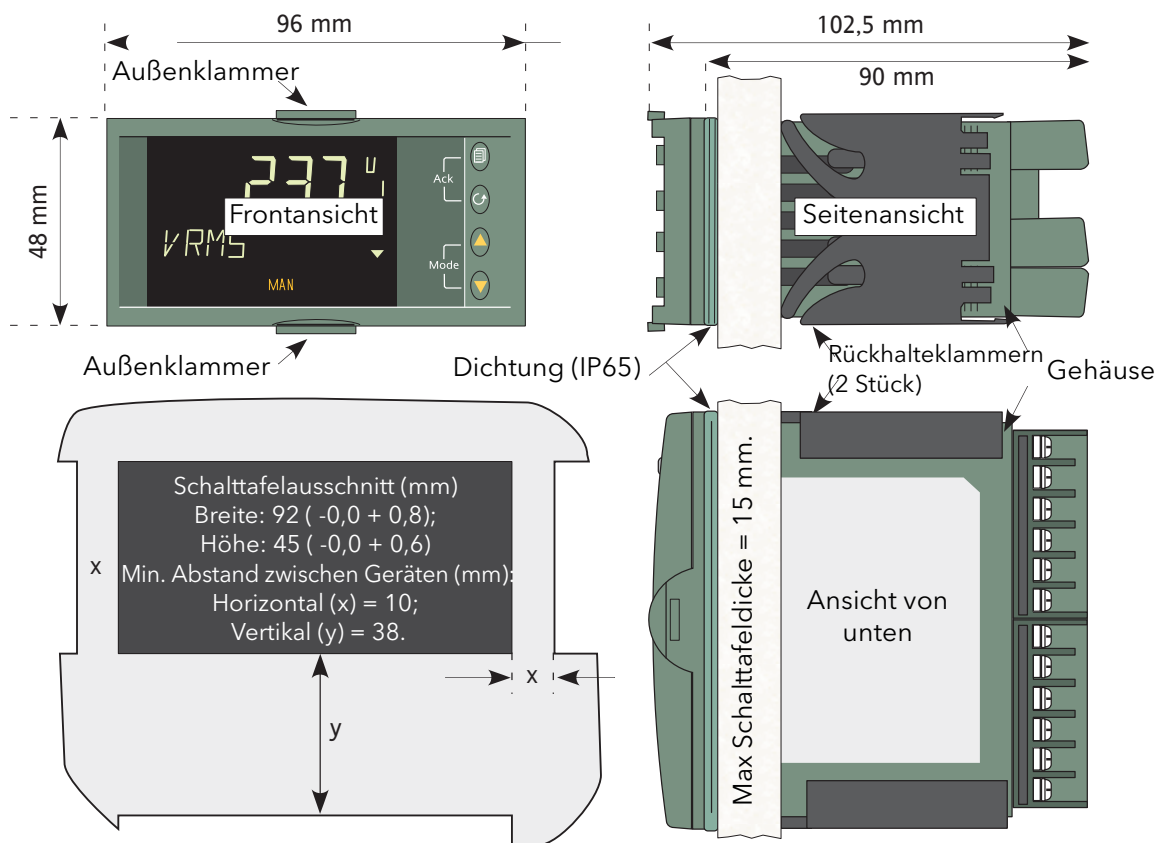

Abbildung A2 Abmessungen für den Einbau
1. Bereiten Sie den Schalttafelausschnitt nach Abbildung A2 vor.